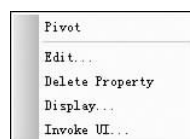

图 5-31 属性编辑命令菜单 2
4) 在“PROPAGATION_DELAY”、“RELATIVE_PROPAGATION_DELAY”网络属性上右击鼠标，弹出如图 5-31 所示的快捷菜单。